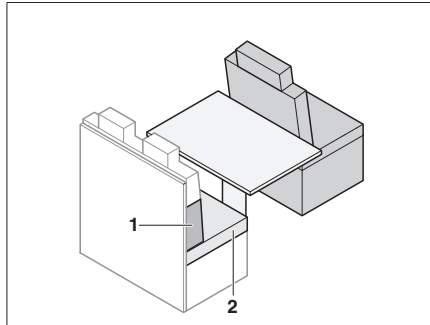

Bild 183 Före ombyggnaden
- Ta bort sittdynan (Bild 183,2).
- Lägg ryggdynan (Bild 183,1) mellan sittdynan och bakväggen. Beakta kilformen.